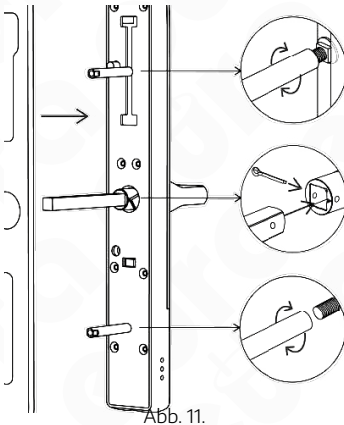

Abb. 11.
1. Montieren Sie gemäß Abb. 11 die Gummischeibe und schrauben Sie die Montagehülsen (im Set enthalten sind zwei Arten von Hülsen, die je nach Türstärke ausgewählt werden sollten) am vorderen Griffkörper fest.